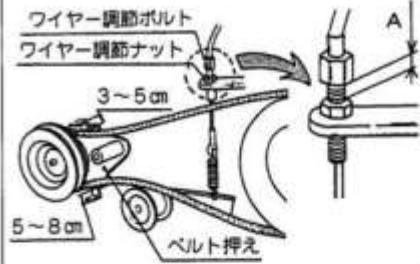

図30
- ワイヤー調節ナットをゆるめてください。(図30)
- ワイヤー調節ボルトを上にしてA寸法を長くしてください。(図30)